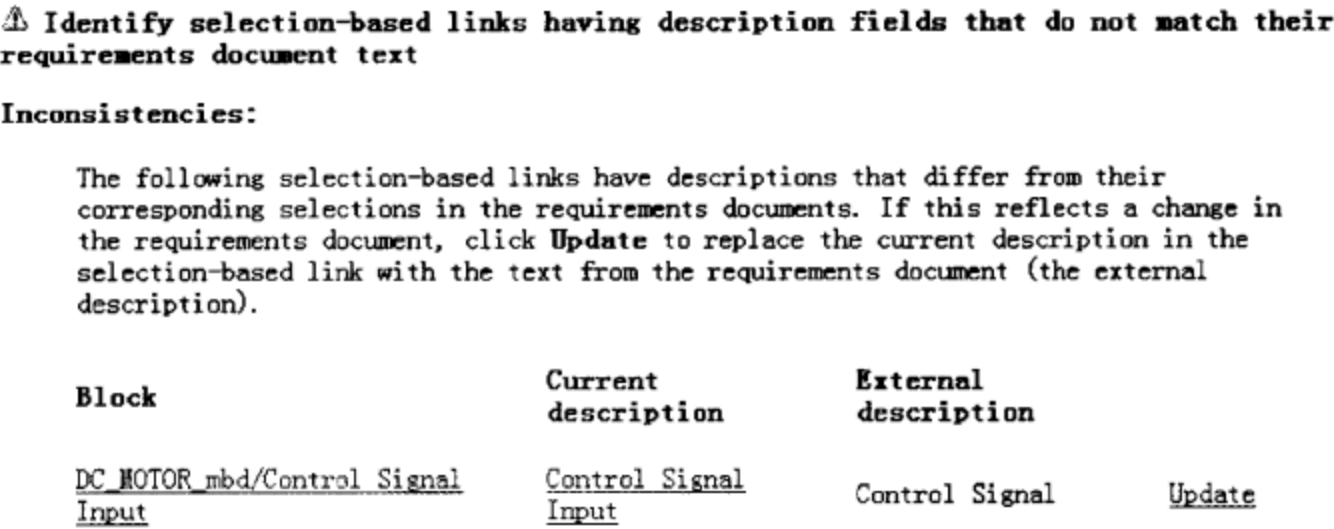

图 9.4.17 模块原先关联的文字与当前文档中的需求主体词不一致警告
(1) 若增加了某项需求,用户只要查看文档是否存在尚未关联的需求主题词,即可判断是否增加了需求。
(2) 若某项需求被修改了,例如,将文档中的 1. Control Signal Input 修改为 1. Control Signal,一致性检查报告显示模块原先关联的文字与当前文档中的需求主体词不一致,如图 9.4.17 所示。